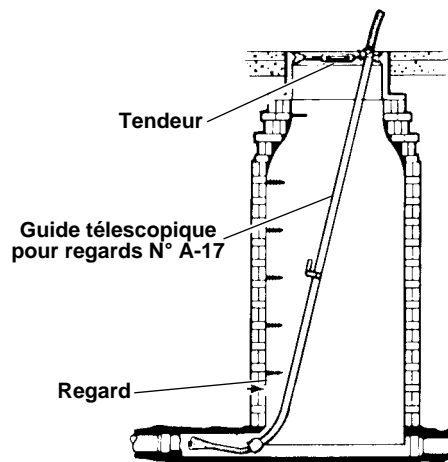

Figure 4 – Guide télescopique pour regards
10. Réglez le guide télescopique (Figure 4) en fonction de